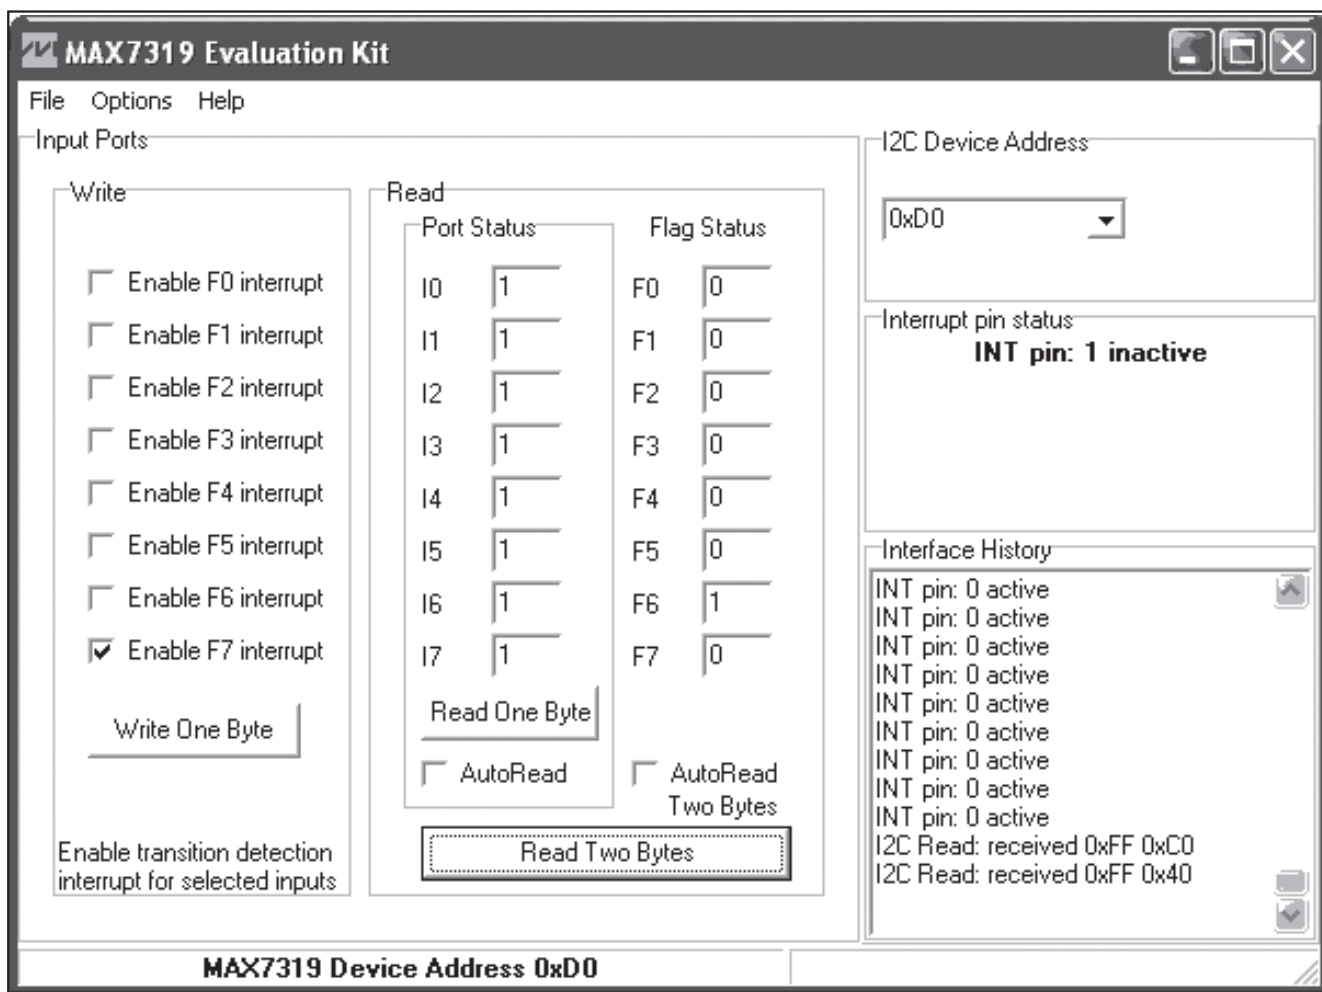

图1. MAX7319评估软件的主窗口
- 6) 从**Start | Programs**菜单中打开图标,启动MAX7319评估软件。计算机中将显示出评估软件的主窗口,如图1所示。
评估软件的主窗口如图1所示。